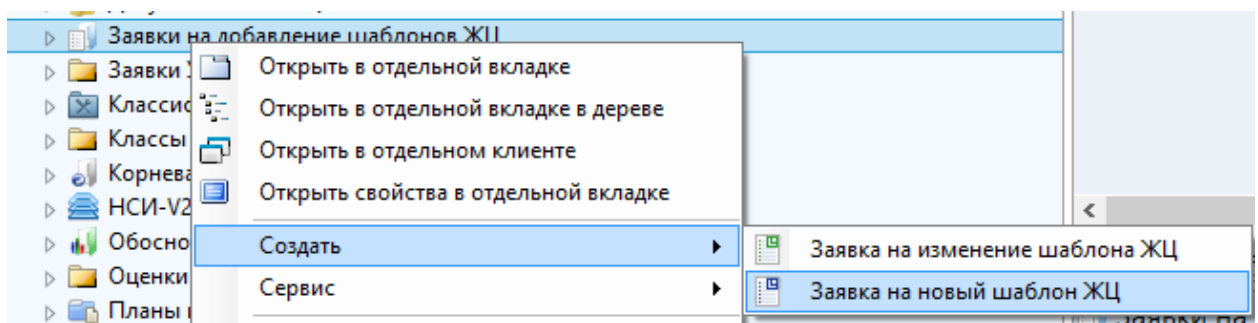

Рисунок 112 — Заявка на новый шаблон ЖЦ
- нажать правой кнопкой мыши на папку «Заявки на добавление шаблонов ЖЦ», в левом открывшемся контекстном меню выбрать «Создать», в правом контекстном меню выбрать «Заявка на новый шаблон ЖЦ» (Рисунок 112);